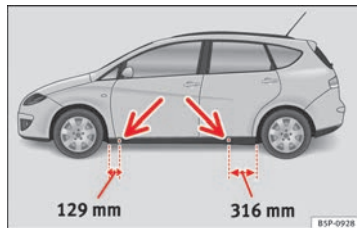

Abb. 174 Aufnahme-
- Suchen Sie am Unterholm den Aufnahmeplatz, der dem zu wechselnden Rad am nächsten liegt → Abb. 174.
Am Unterholm kennzeichnen jeweils vorn und hinten Eindrückungen die Stellen, an denen der Wagenheber angesetzt werden darf → Abb. 174. Es gibt für jedes Rad genau eine Stelle. An anderen Stellen darf der Wagenheber nicht angesetzt werden.